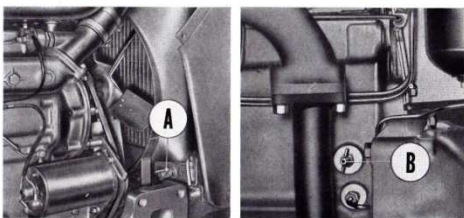

Fig. 26
- Effectuer la vidange complète du système de refroidissement (un robinet en bas du radiateur et un sur le côté gauche du moteur), (voir fig. 26). Rincer et remplir avec de l'eau de pluie.